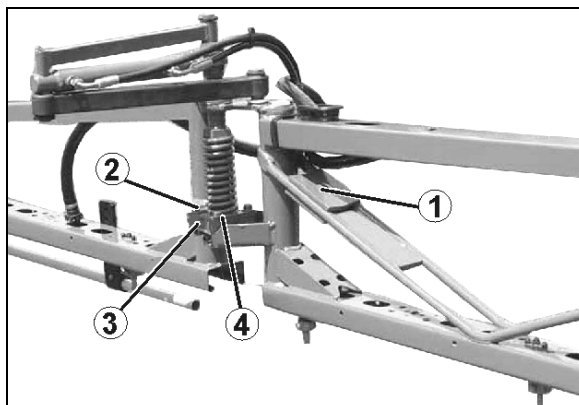

Fig. 155
Hvis dette ikke er tilfældet, skal der med frigjort svingningsudligning foretages en indstilling af den udklappede bom, ved hjælp af stempelstangen (Fig. 155/1) Stempelstangen fastgøres tilsvarende på bomsektionen.
1. Bolten (Fig. 155/2) på lasken (Fig. 155/3) løsnes. Indstillingen sker direkte med plastkloen (Fig. 155/4) ved hjælp af langhullerne i lasken.
3. Boltene (Fig. 155/2) spændes.